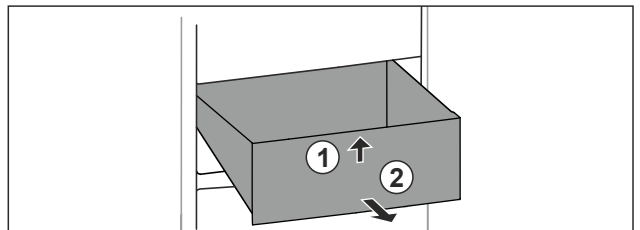

Fig. 101
- ▶ Підняти висувний ящик спереду. Fig. 101 (1)
- ▶ Вийняти висувний ящик рухом вперед. Fig. 101 (2)